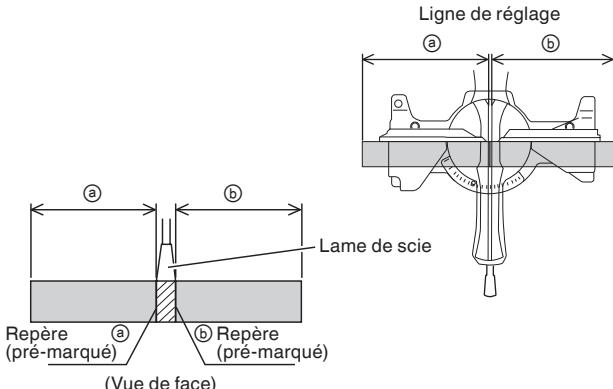

Fig. 24
(1) Comme indiqué à la Fig. 24, la largeur de la lame est la largeur de coupe. En conséquence, glisser la pièce vers la droite (vue de la position de l'opérateur) pour obtenir la longueur (b), et sur la gauche pour obtenir la longueur (a).